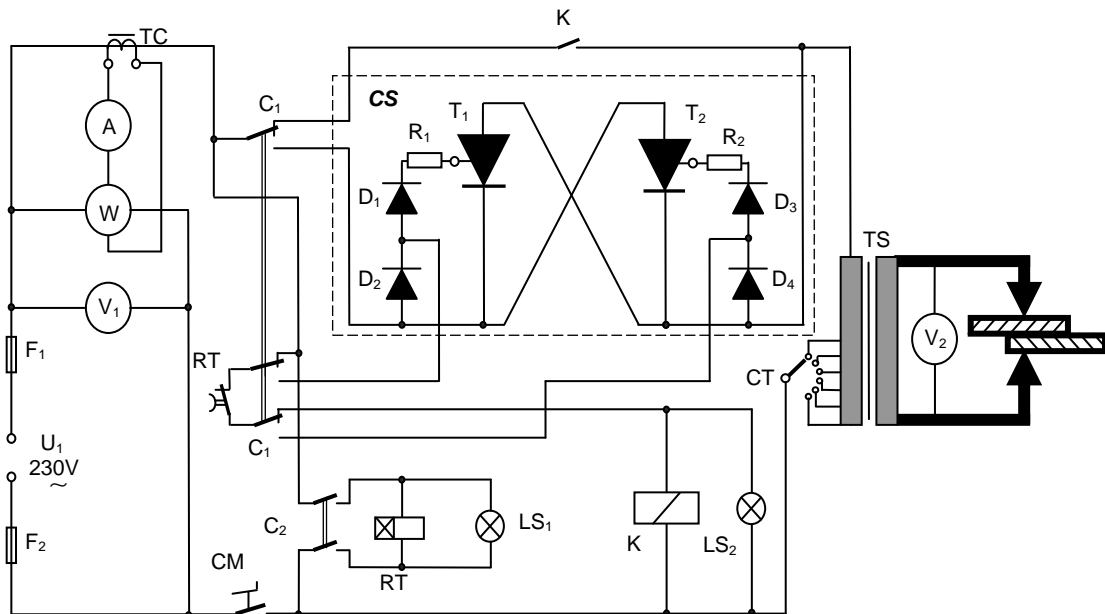

Fig.4 Schema electrică a mașinii de sudat prin puncte
2.5 Prezentați pe scurt funcționarea schemei electrice din Fig 4.